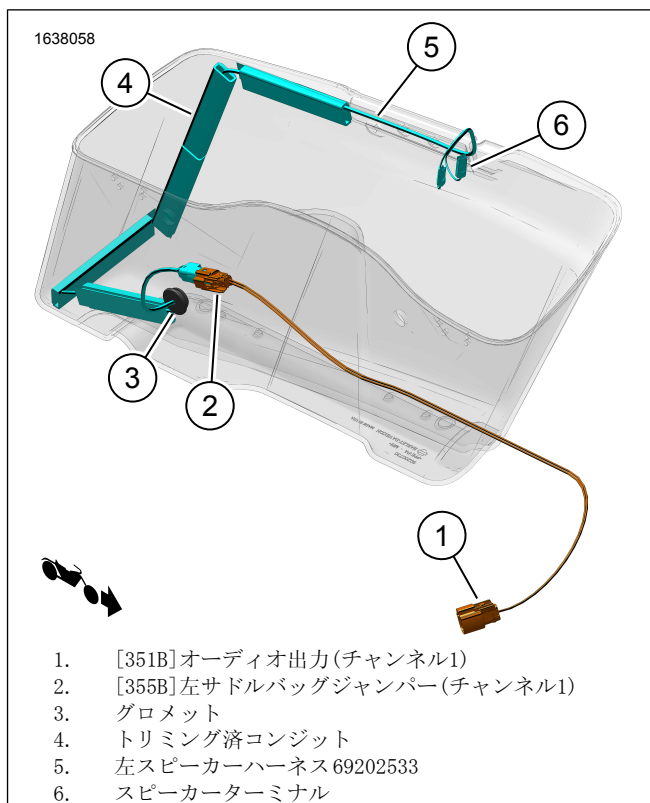
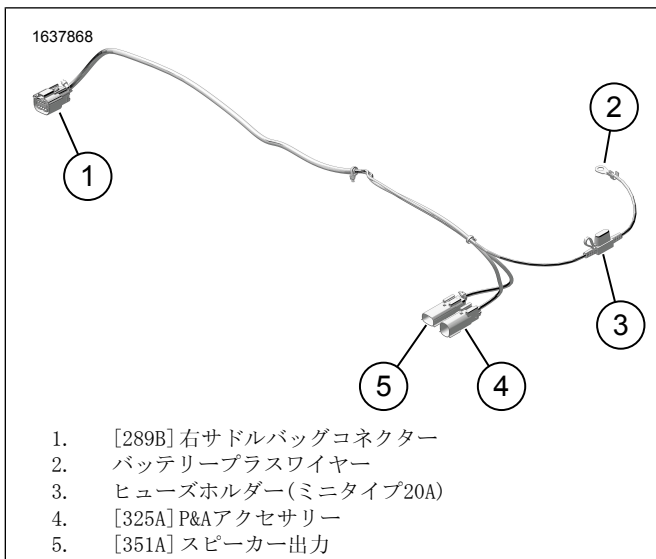
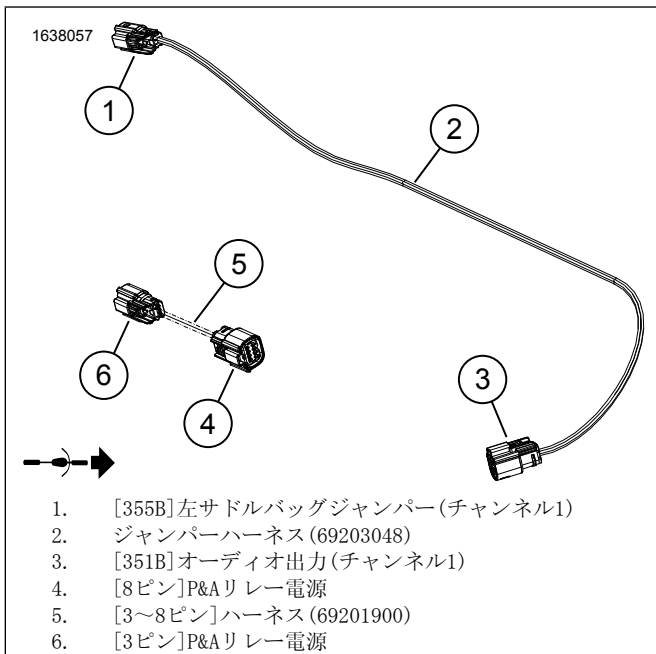

図4。左サドルバッグハーネスの取り回し
図15。外部ハーネス(69202870)
図16。ジャンパーハーネス
12. 図4を参照してください。左スピーカーハーネスを取り付けます。
- b. 図4を参照してください。ワイヤーハーネス(5)を図の通りに配線します。
1. 図15を参照してください。バッテリープラスワイヤー(2)をバッテリープラスターミナルに接続します。サービスマニュアルを参照してください。
- a. 図15を参照してください。[325A] (4)を車両フレームの左側に取り回します。
- b. 図16を参照してください。ジャンパーハーネス(5)の[3ピン] (6)を外部ハーネス(69202870)の[325A] (4)に接続します。図15を参照してください。
- c. 図16を参照してください。ジャンパーハーネス(5)の[8-Pin] (4)を車両のP&Aコネクタ[4]に接続します。左サイドカバーエリアの下にあります。
- a. [325A] (4)を車両フレームの右側に沿って取り回します。
- b. 図15を参照してください。[325A]をP&Aコネクタ[325B]に接続します。右サイドカバーエリアの下にあります。
4. 図15を参照してください。外部ハーネスの支線[289B] (1)をフレームとフェンダーストラットサポートに沿って取り回します。ケーブルストラップを使用して、ハーネスをアンカーポイントに仮留めします。ケーブルストラップをきつく締めないようにしてください。
8. 図16を参照してください。ジャンパーハーネス (69203048) (2)を取り回して、取り付けます。
- a. 図16を参照してください。ジャンパーハーネス(2)の[355B] (1)を左サドルバッグスピーカーハーネス(5)に接続します。図4を参照してください。
- c. 図16を参照してください。ジャンパーハーネス (69203048) (2)の[351B] (3)を外部ハーネス (69202870)の[351A] (5)にむけて取り回します。図15を参照してください。
10. 図1を参照してください。20Aヒューズ(18)を外部ハーネスヒューズホルダー(3)に取り付けます。図15を参照してください。
4. 図15を参照してください。[351A] (5)に接続します。